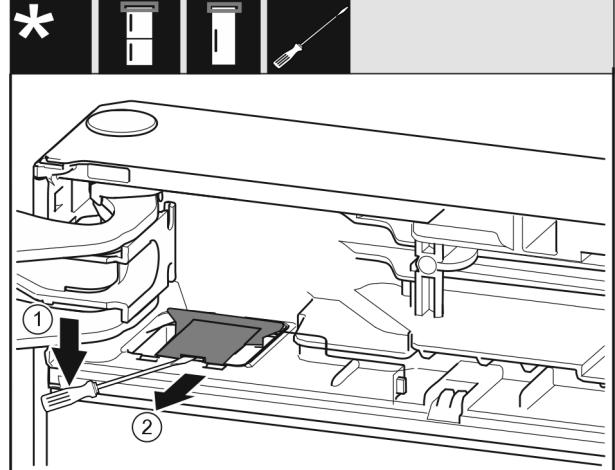

Fig. 10
► Ravnim odvijačem otkopčajte pokrov i potom ga podignite. Fig. 10 (1)
► Izvadite pokrov. Fig. 10 (2)